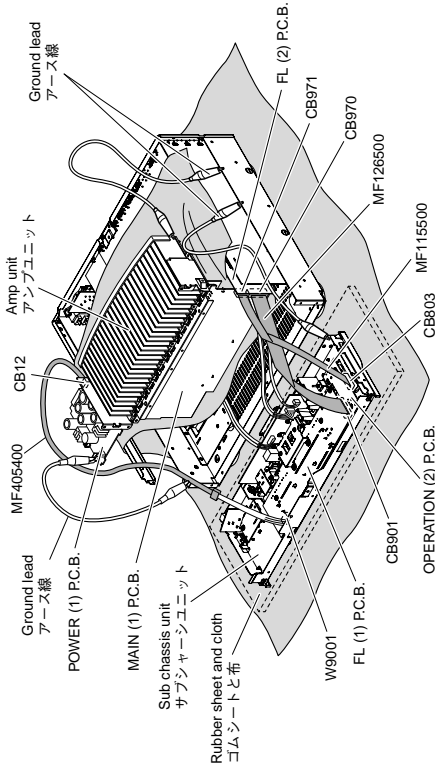

Fig. 11
- Place the sub chassis unit on top of the rubber sheet and cloth. (Fig. 11)
- Put the amp unit together with the heat sink upright and check. (Fig. 11)
- FL (1) P.C.B. CB901, FL (2) P.C.B. CB970: MF126500 (26P, 500mm)
- FL (2) P.C.B. CB971, OPERATION (2) P.C.B. CB803: MF115500 (15P, 500mm)
- FL (1) P.C.B. W9001, POWER (1) P.C.B. CB12: MF405400 (5P, 400mm)
- In main unit, the ground of sub chassis unit and amp unit is connected to the main unit. When this sub chassis unit and amp unit are removed from main unit, connect the ground to the main unit, using a ground lead or the like. (Fig. 11)
- サブシャーシユニットをゴムシートと布の上に置きます。(Fig. 11)
- アンプユニットはヒートシンクといっしょに立ててチェックします。(Fig. 11)
- 本機ではサブシャーシユニットおよびアンプユニットのアースが本機に接続されています。サブシャーシユニットおよびアンプユニットを本機より取り外した場合は、リード線等でアースを本機に接続してください。(Fig. 11)